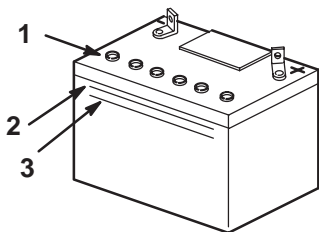

Bild 26
2. Sehen Sie sich die Seite der Batterie an. Der Füllstand muss bis zur oberen Linie reichen (Bild 26). Der Säurestand darf nicht unter die untere Linie fallen (Bild 26).
3. Nehmen Sie die Entlüftungsdeckel von der Batterie ab (Bild 26).
4. Gießen Sie langsam destilliertes Wasser in jede Batteriezelle, bis der Säurestand die obere Linie (Bild 26) am Batteriegehäuse erreicht.
5. Warten Sie nach dem Füllen der Batteriezellen fünf bis zehn Minuten. Gießen Sie bei Bedarf destilliertes Wasser in jede Batteriezelle, bis der Säurestand die obere Linie (Bild 26) am Batteriegehäuse erreicht.